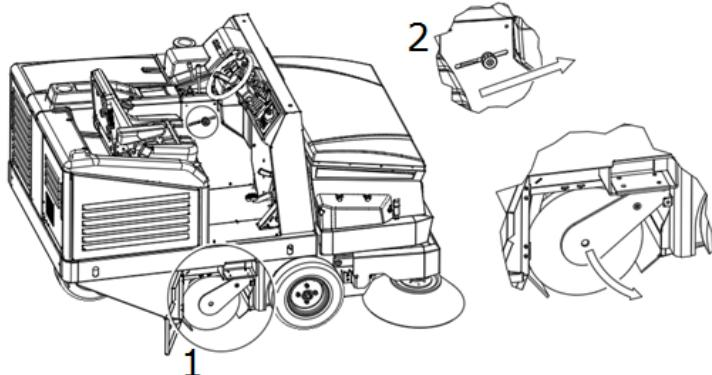
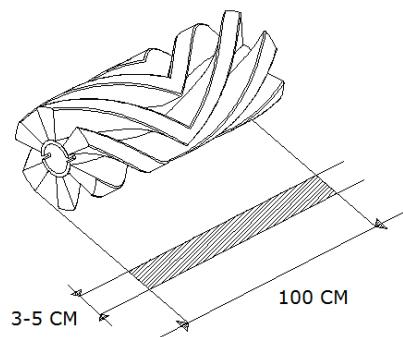

Figura 39
Figura 40
Quando la spazzola centrale (**Part. 1 Figura 39**) si consuma e, di conseguenza, comincia a calare la sua efficienza, regolarne l'altezza agendo sulla manopola (**Part. 9 Figura 12**) svitandola e spostandola in avanti, per abbassare la spazzola ed aumentarne l'incidenza sulla superficie da pulire (2, Figura 39). Regolare fino a che, in posizione abbassata, la spazzola in lavoro lasci una striscia di 3-5 cm sul pavimento (Figura 40). Una volta raggiunto il grado di incidenza desiderato, avvitare la manopola bloccandone la posizione.
- Sollevare la spazzola centrale e spostare la motoscopa, fino a che sul pavimento sarà visibile la traccia che ha lasciato la spazzola centrale nella rotazione, come mostrato in Figura 40.